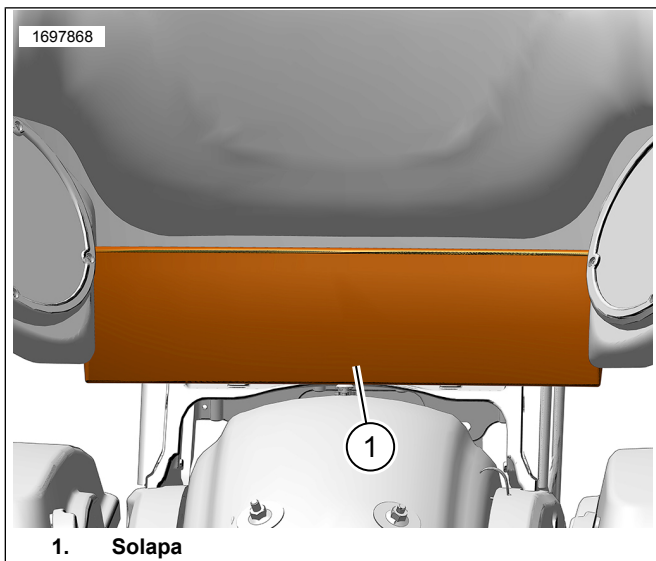

Figura 9. Solapa
1. Consulte la Figura 9. Eleve la solapa (1) para acceder al área de montaje.